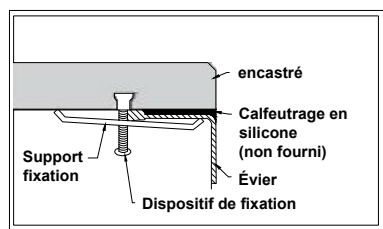

Figure 1
A. Montage encastré : Le bord de l'évier touche l'ouverture du comptoir. (FIGURE 1)